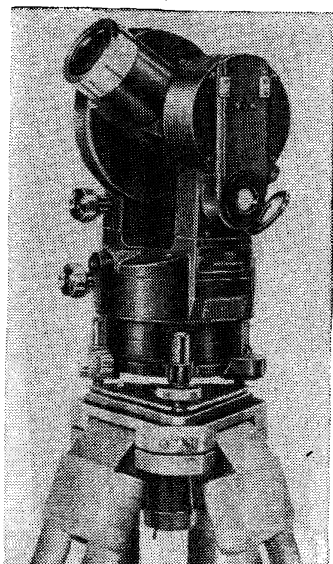

Рис. 23. Редукционный тахеометр Та-Д4
4.9. Редукционные тахеометры Та-Д1 и Та-Д4 (рис. 23) предназначены для производства тахеометрической съемки и создания съемочного обоснования.